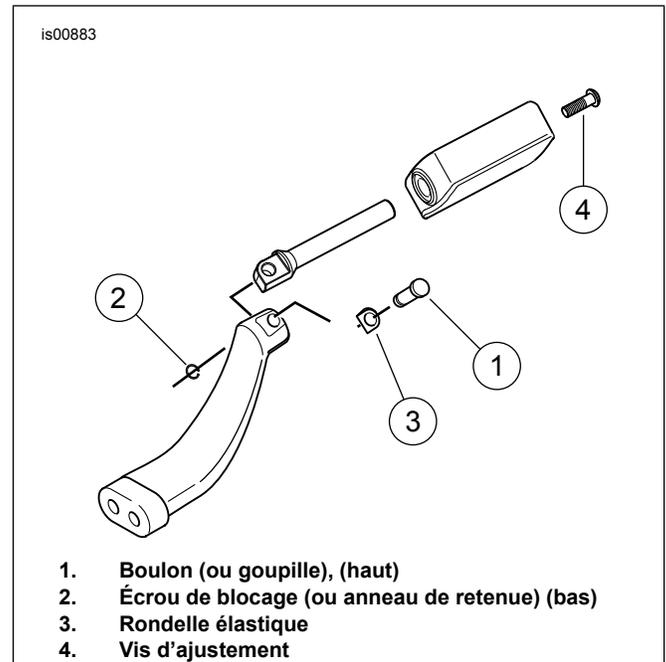
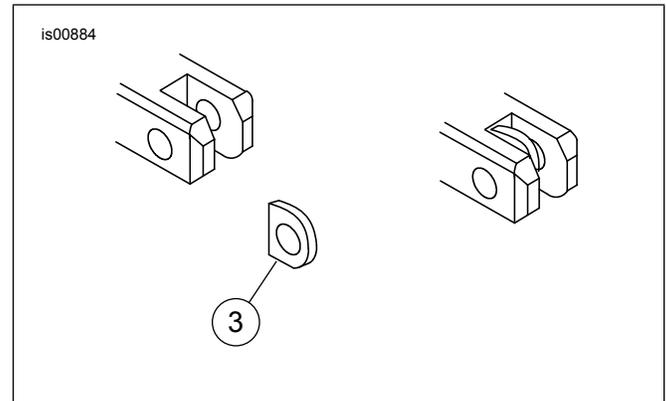

Figure 1. Retrait/installation des repose-pieds
Figure 2. Installation de rondelle élastique de repose-pied
Consultez Figure 1, Figure 2 et Tableau 1
1. Consultez Figure 1. Retirez les écrous bloquants et les vis [certains modèles peuvent être dotés d'une goupille (1) et d'un anneau de retenue (2)] qui retiennent les repose-pieds. Conservez tout le matériel pour l'installation des nouveaux repose-pieds.
2. Retirez les repose-pieds ainsi que les rondelles élastiques (3). Conservez les rondelles élastiques pour l'installation ultérieure.
En réalisant l'étape 3, assurez-vous que la rondelle élastique (3) est positionnée à l'intérieur du support du repose-pied et que le bord droit est orienté vers l'intérieur du support comme illustré à Figure 2.
3. Consultez Figure 2. Installez les nouveaux repose-pieds de la même manière que ceux d'origine. Placez une rondelle élastique (3) dans les fentes du support, à l'extrémité de montage.
4. Fixez chaque repose-pied et rondelle élastique (3) avec la vis (4) et l'écrou bloquant (2) ayant été retirés. Serrez.
5. Consultez Figure 1. Pour chaque repose-pied, desserrez la vis de réglage (4) située à l'intérieur du trou jusqu'à ce que celui-ci puisse pivoter. Conférez au repose-pied l'orientation désirée. Serrez.